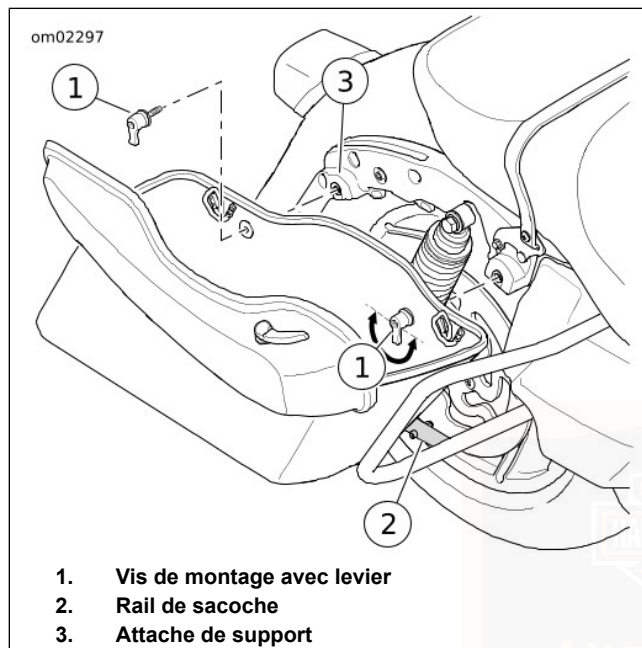

Figure 28. Dépose/installation des sacoches
2. Voir Figure 28. Tourner les leviers de vis de montage dans le sens antihoraire afin de déposer les vis de montage du support de fixation.
3. Voir Figure 28. Poser les vis de montage par l'œillet dans le support de fixation. En tournant le levier dans le sens horaire, serrer les vis de montage afin que les leviers soient pointés vers le bas entre les positions à 3 heures et à 9 heures comme illustré.